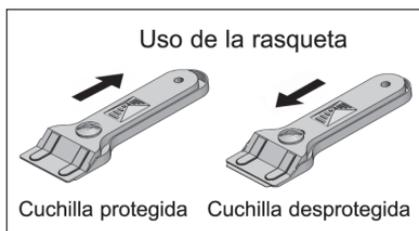

Fig. 4
**!** Después de terminar el trabajo con la rasqueta, replegar y bloquear siempre la cuchilla. (Ver fig. 4)